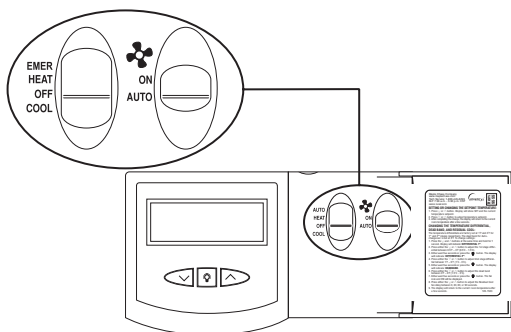

Figura 2
2. Coloque EMER-HEAT-OFF-COOL en la posición OFF (apagado) (Figura 2).
3. Coloque el interruptor  -ON-AUTO en la posición AUTO (Figura 2).